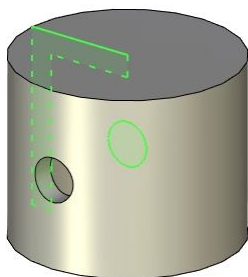

Рис. 2.6 – внешний вид поршня
2.3.4 Вырежьте в поршне отверстие под поршневой палец (см. рис. 2.6), создав операцией «Выталкивание» 🗑️ цилиндр. В основных параметрах в поле «Прямое направление» выберите «Через всё» 📏. Для того, чтобы создаваемый цилиндр сразу вырезал отверстие (без необходимости отдельно применять булеву операцию 🗑️ «Вычитание» 📏 из панели «Операции» вкладки «3D Модель») выберите в свойствах операции пиктограмму «Выбрать исходное тело для булевой операции» 📏 и кликните на тело поршня.